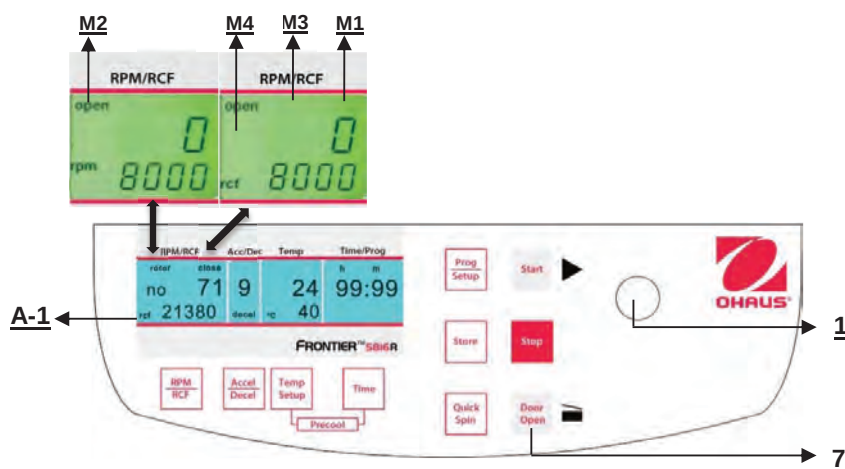

Figura 15
Dopo il funzionamento, quando il coperchio della centrifuga è chiuso, appare la parola **"close"** (M1) sul display **"RPM | RCF"** (A-1). Inoltre, se vi è un rotore nella centrifuga, appare la parola **"rotor"** (M3) e anche il numero di codice del rispettivo rotore che si trova all'interno del sistema centrifugo **"71"** (M4). Se nella centrifuga non vi è alcun rotore, la parola **"rotor"** (M3) lampeggia e appare la parola supplementare **"no"** (M4). Premendo il tasto **"Door Open"** (7), si può rilasciare il coperchio della centrifuga. Non appena il coperchio elettromagnetico è completamente rilasciato, appare la parola **"open"** (M2). Adesso è possibile aprire il coperchio della centrifuga. Fare riferimento alla figura 15 qui di seguito per riferimento
Il coperchio deve solo essere abbassato leggermente. Un bloccaggio elettromagnetico del coperchio fa chiudere il coperchio stesso, e allo stesso tempo scompare la parola **"open"** (M2) (fare riferimento alla figura 15). Quale segnale che la centrifuga è pronta per essere avviata, il display **"RPM | RCF"** (A-1) visualizza la parola **"close"** (M1). Allo stesso tempo, si visualizza la parola **"rotor"** (M3), come il numero di codice del rotore che si trova nell'impianto della centrifuga, **"no 71"** (M4). Con questo, tutti i dati specifici del rotore, quali, per esempio, la velocità max, l'accelerazione, ecc. sono adottati.